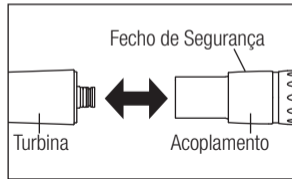

Fig. 2
- 1) Introduza a turbina no acoplamento (Fig. 2).
Puxe o fecho de segurança e remova a turbina do acoplamento (Fig. 2).